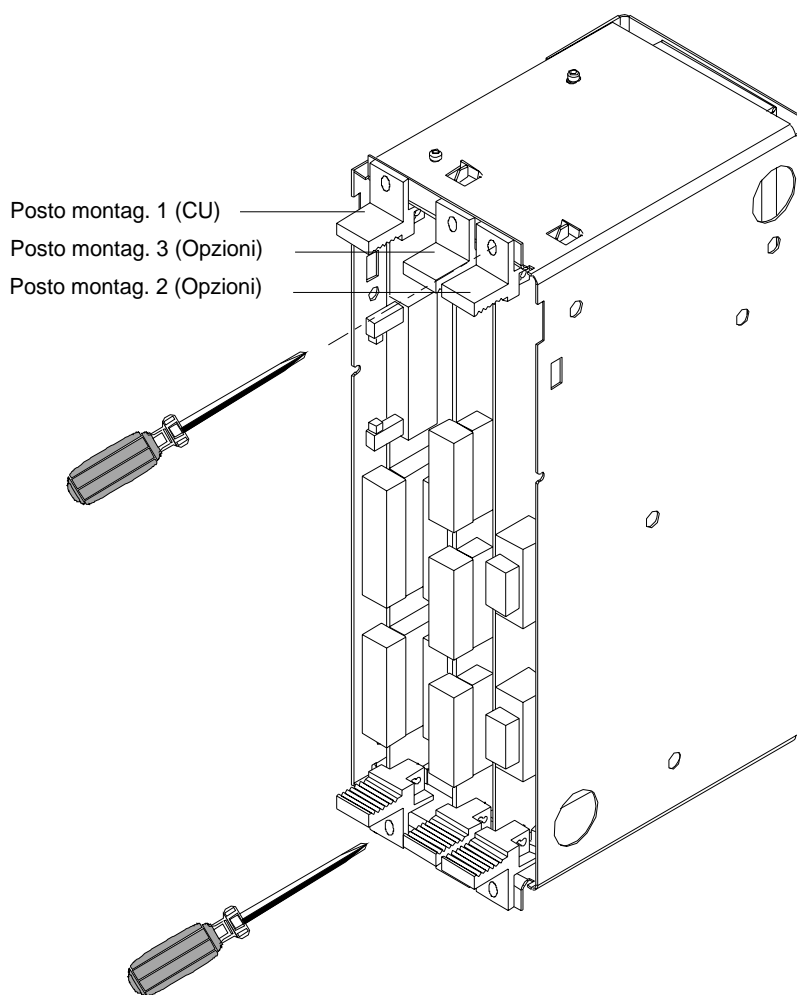

Fig. 5.3 Box dell'elettronica, equipaggiato con CU (posto montaggio 1) e opzioni (posti montaggio 2 (destra) e 3 (mezzo))
- Estrarre tutte le cartelle dal box dell'elettronica (Fig. 5.3)